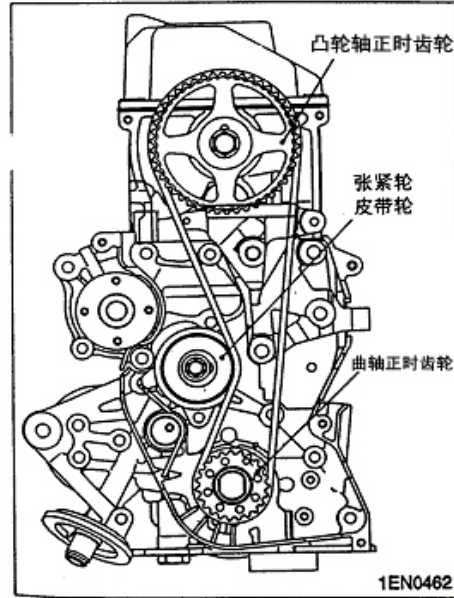

图 3-14
- c. 使正时皮带的涨紧侧保持涨紧，并将正时皮带依次装入曲轴正时轮、凸轮轴正时轮和涨紧器皮带轮（见图 3-14）。
- d. 如图 3-14，拧松涨紧轮安装螺栓 $1/4 \sim 1/2$ 圈，使涨紧器弹簧的张力作用到正时皮带上。